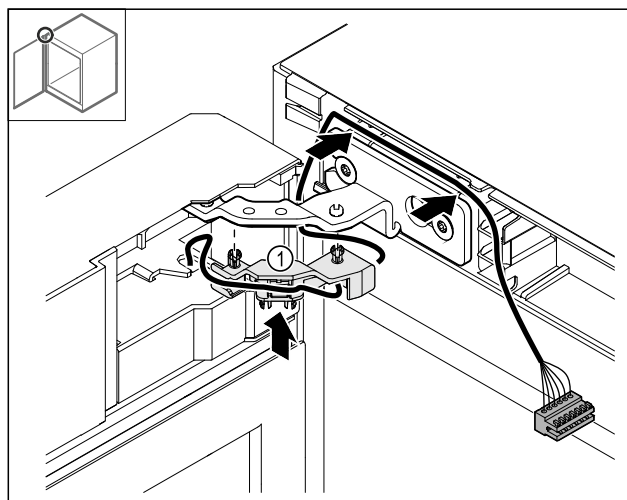

Fig. 48
- ▶ Wcisnąć uchwyt kabla Fig. 48 (1) do zawiasu.